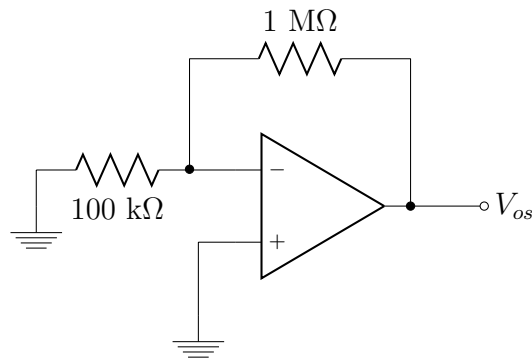

Figura 10.2: Diagrama del circuito.
1. Arme el diagrama mostrado en la Figura 10.2.